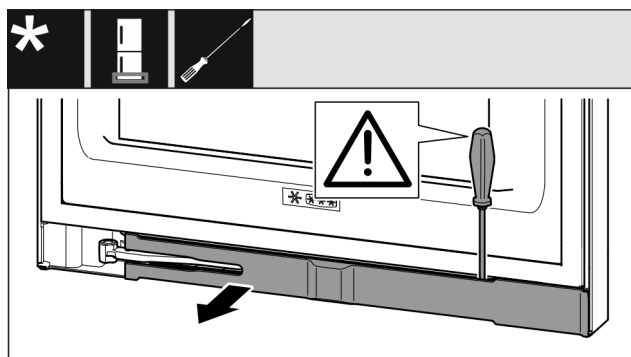

Fig. 13
- Ξεκουμπώστε το διακοσμητικό κάλυμμα με ίσιο κατσαβίδι και παραμερίστε το προς το πλάι Fig. 13 ().